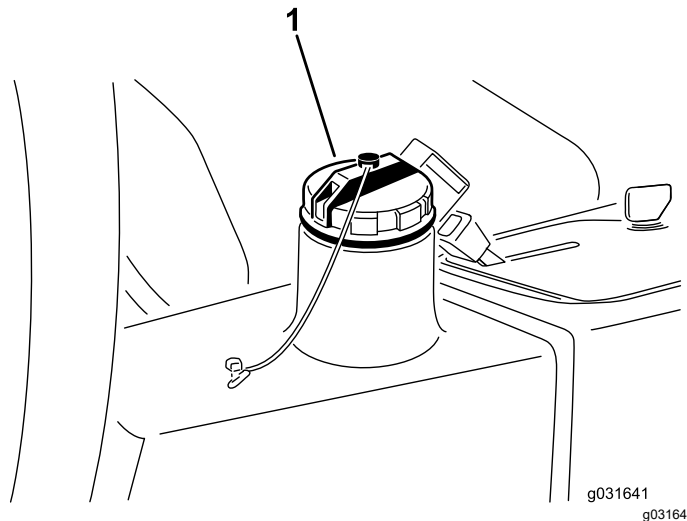

Рисунок 67
4. Залейте в бак (Рисунок 67) приблизительно 13,2 литра гидравлической жидкости; см. разделы Характеристики гидравлической жидкости (страница 63) и Проверка уровня гидравлической жидкости (страница 64).